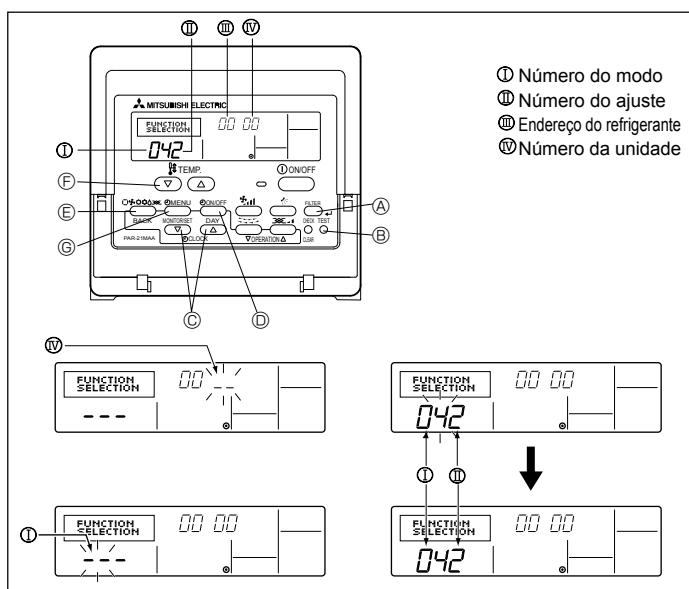

Fig. 6-9
1) Para controlo remoto com fio (Fig. 6-9)
- ① Vá ao modo do ajuste de função. Desligue o controlo remoto. Prima os botões FILTER h e TEST RUN h em simultâneo e mantenha-os pressionados durante, pelo menos, 2 segundos. FUNCTION (função) começa a piscar.
- ② Utilize a tecla h para ajustar o endereço do refrigerante (III) a 00.
- ③ Carregue em h de maneira que [-] passe a piscar na indicação do número da unidade (IV).
- ④ Use o botão h para definir o número da unidade (IV) para 00.
- ⑤ Pressione a tecla h MODE para designar o endereço do refrigerante/número da unidade. [-] irá piscar na indicação do número de memória (I) momentaneamente.
- ⑥ Pressione as teclas h e TEST RUN h simultaneamente por pelo menos dois segundos. O ecrã de selecção da função desaparecerá momentaneamente e a indicação do condicionador de ar desligado (OFF) irá aparecer.